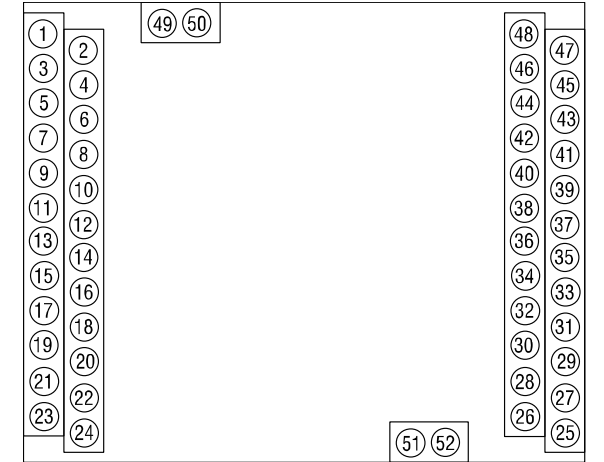

Abb. 3 Layout der Anschlussklemmen
- Das Layout von Anschlussklemmen ist in Abb. 3 und die Klemmenbelegung in der Tabelle 3 dargestellt